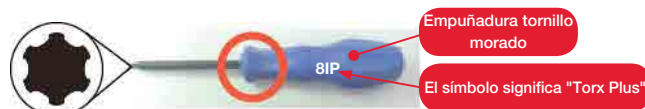

Fig. 1 "Torx Plus" Llave (para MEW)
- 1) Ver **fig. 1** para llave "Torx Plus" (**mango morado**)